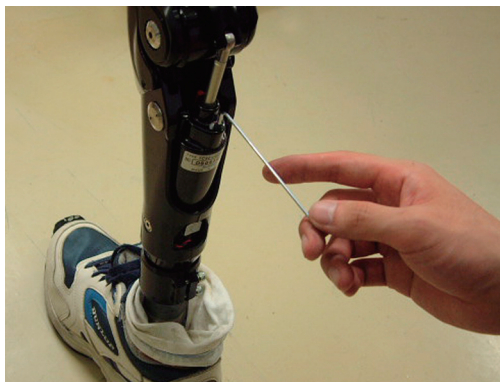

Imagen 16 Procedimiento de apriete de la válvula de amortiguación
- 1 Como se muestra en la Imagen 16, gire la válvula de amortiguación con una llave hexagonal (2 mm).